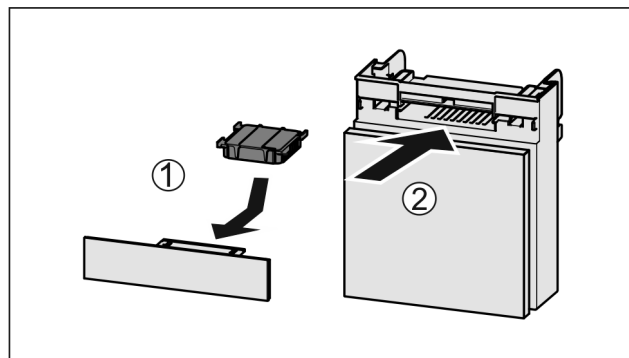

Fig. 187
- Introduceți Fig. 187 (1) filtrul de cărbune activ după cum se vede în figură.
- Împingeți Fig. 187 (2) compartimentul în interior.